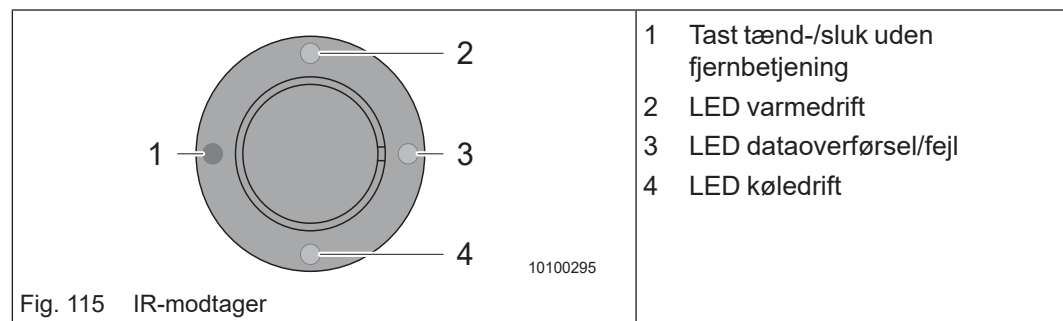

Fig. 115 IR-modtager
- For at udføre de forskellige kommandoer skal du pege fjernbetjeningen (Fig. 115) i retningen af den infrarøde modtager.
- ➔ IR-modtageren har en ekstra knap (Fig. 115/1), som kan bruges til at tænde eller slukke klimaanlægget med (f.eks. med en kuglepen), også uden fjernbetjening.
- LED (Fig. 115/2) lyser gult (varmedrift)
- LED (Fig. 115/2) blinker gult (kompressoropstart varmedrift)
- LED (Fig. 115/3) blinker rødt (data overføres)
- LED (Fig. 115/3) lyser rødt (fejl)
- LED (Fig. 115/4) lyser blå (køledrift)
- LED (Fig. 115/4) blinker blå (kompressoropstart køledrift)
Rød LED (Fig. 115/3) lyser: